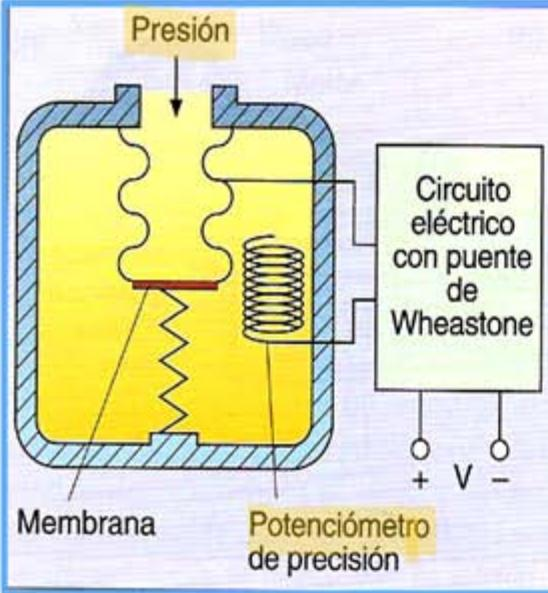

Fig. 11.31. Transductor de presión resistivo.
- **Resistivos** (la Fig. 11.31 ilustra el método).